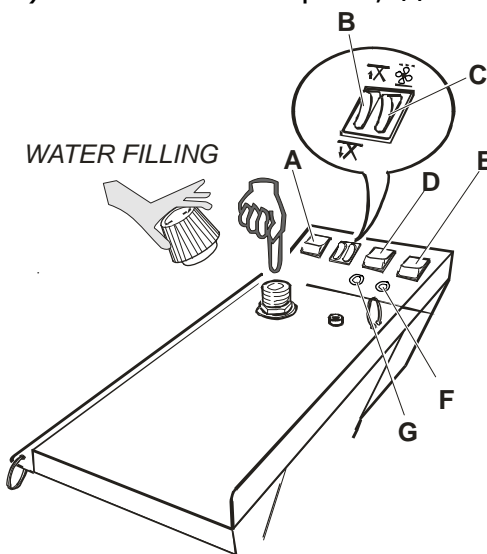

Рис. 3
4. Откройте крышку резервуара для воды (рис. 3), и заполните бойлер до оптимального уровня. Желательно использовать воронку. После этого, крышку резервуара для воды закрывают так, чтобы избежать повреждения прокладки.
Включите желательную функцию при использовании панели управления (рис. 3 B):
1. При использовании выключателя (рис. 3 C) возможно выбрать, должен ли двигатель наддува работать непрерывно, или включаться только при нажатии на микровыключатель утюга.
2. Включите бойлер (рис. 3 E) и утюг (рис. 3 D), установите терморегулятор утюга (рис. 6) на "хлопок".
В любой момент возможно изменить функцию наддува на функцию вакуумной вытяжки и режим работы этих функций ("непрерывный" или "периодический – с использованием микровыключателя") при использовании кнопок (рис. 3 B & C).
9. Никогда не заменяйте крышку резервуара для воды (рис.3) другой, не соответствующей оригинальной.
Выключите SOLE. Отвинтите крышку резервуара для воды, но только частично (~ 360 °) так, чтобы весь пар вышел. После этого полностью отвинтите крышку и подождите в течение нескольких минут. Заполните бойлер водой до оптимального уровня (см. 4.4). Закрутите крышку (рис. 3), включите SOLE и ждите, пока индикатор бойлера не выключится (рис. 3 G). Теперь SOLE готова к глажению.